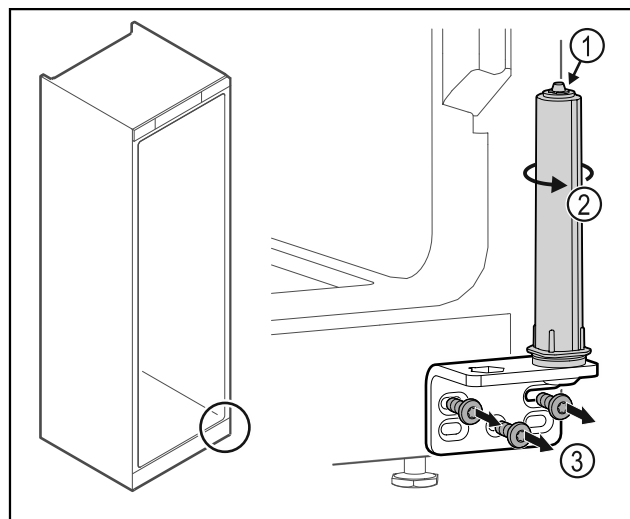

Fig. 29
- Deursluitsysteem Fig. 29 (1) niet uit elkaar halen.
- Sluitsysteem Fig. 29 (2) draaien tot het klikt.
- Scharnierhoek Fig. 29 (3) losschroeven.